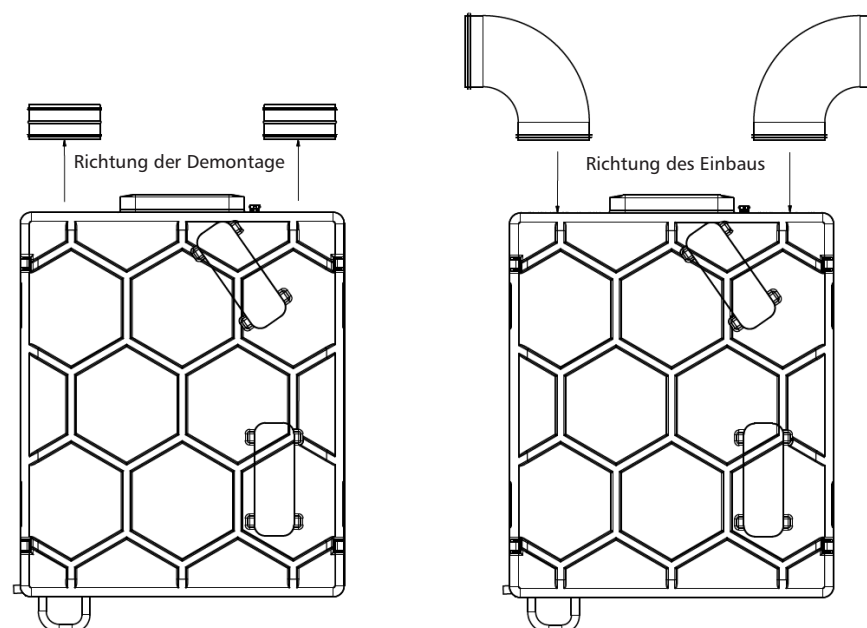

Abb. 21 - Auswechseln von Formstücken
- Wenn Sie beabsichtigen, andere Kanalformstücke zu verwenden, können Sie die Nippel-Steckverbinder NSL entfernen und einfach Ersatzformstücke (z. B. Bögen, Versätze usw.) installieren. Das Formstück NSL ist einrastbar und muss zum Entfernen mit ausreichend Kraft abgezogen werden (siehe Abb. 21).